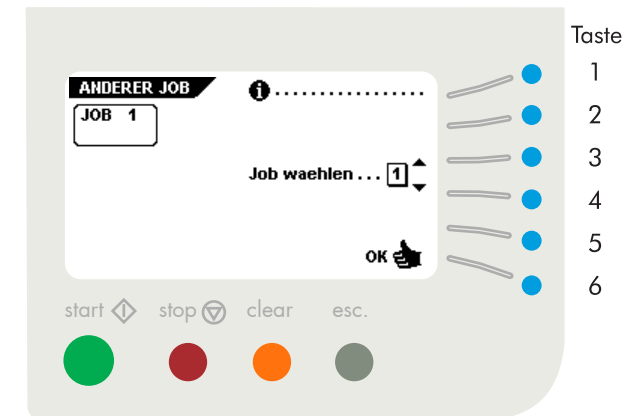

Abb. 11
- Eingabe Formularanzahl (123)
Bei Betätigung der Taste 2 im "Hauptmenü (1)" erscheint im Display das Menü "Anderer Job" (siehe Abb. 11) mit folgenden Funktionen:
- Wahl des gewünschten Jobs und Bestätigung mit "OK" (Taste 6) und dadurch Rückkehr zum "Hauptmenü (1)".